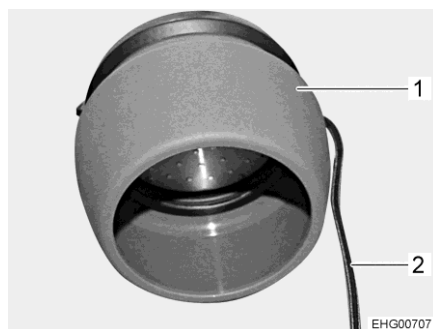
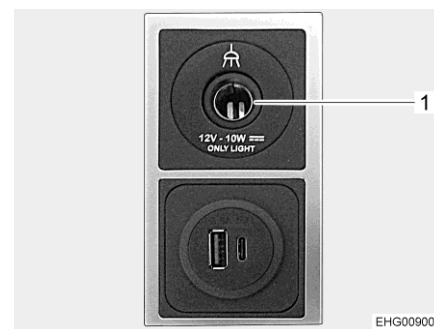

Fig. 74 Lampe suspendue
Fig. 75 Prise de courant 12 V et prises USB
- Fixer la lampe suspendue (Fig. 74,1) à l'endroit désiré.
- Brancher le câble (Fig. 74,2) de la lampe suspendue dans la prise de courant 12 V (Fig. 75,1) la plus proche.